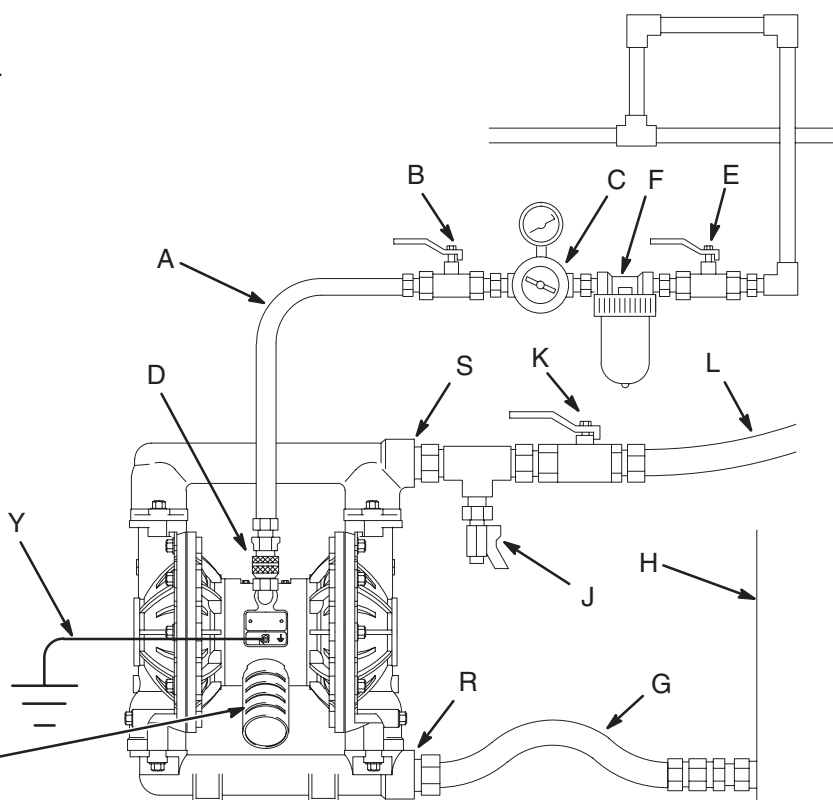

Fig. 2
- L'installation type présentée à la fig. 2 est une simple indication pour choisir et monter les éléments du système. Prendre contact avec votre distributeur Techni-flow pour vous aider à concevoir un système qui correspond à vos besoins.
La vanne d'air principale de type purgeur (B) doit être montée sur votre système pour décharger l'air prisonnier entre cette vanne et la pompe. Cet air prisonnier peut provoquer le battement inattendu de la pompe, provoquant ainsi des blessures graves, y compris des projections dans les yeux ou sur la peau, des blessures dues à des pièces en mouvement ou une intoxication due aux produits dangereux. Voir Fig. 2.
1. Installer les accessoires de la conduite d'air suivant la Fig. 2. Fixer ces accessoires au mur ou sur un support. S'assurer que la conduite d'air alimentant ces derniers est reliée à la terre.
- a. Installer un régulateur d'air (C) et un manomètre pour contrôler la pression produit. La pression de sortie produit correspondra au réglage du régulateur d'air.
- b. Placer la vanne d'air principale de type purgeur (B) tout près de la pompe et s'en servir pour décharger l'air prisonnier. Voir la **MISE EN GARDE** ci-dessus. Placer l'autre vanne d'air principale (E) en amont de tous les accessoires de la conduite d'air et l'utiliser pour isoler ces derniers pendant le nettoyage et les réparations.
- c. Le filtre sur la conduite d'air (F) élimine les poussières nuisibles et l'humidité de l'alimentation en air comprimé.
Une vanne de purge produit (J) est nécessaire pour décompresser la conduite si elle est bouchée. La vanne de purge diminue le risque de blessure grave, y compris de projection dans les yeux ou sur la peau, ou d'intoxication par les produits dangereux lors de la dépressurisation. Installer la vanne tout près de la sortie produit de la pompe. Voir fig. 2.
1. Utiliser des flexibles hydrauliques (L) raccordés à la terre. La sortie produit (S) de la pompe est de 1-1/2 in. npt(f). Bien serrer le raccord produit dans la sortie de la pompe.
2. Installer une vanne de purge produit (J) à proximité de l'orifice de sortie produit. Voir la **MISE EN GARDE** ci-dessus.
3. Installer une vanne d'arrêt (K) sur la conduite de sortie produit.
4. Placer l'extrémité du flexible produit (L) dans un réservoir approprié.
5. Fermer la vanne de purge (J). Voir fig. 2.
6. Fermer le régulateur d'air (C) de la pompe. Ouvrir toutes les vannes d'air principales de type purgeur (B, E).
8. Ouvrir lentement le régulateur d'air (C) jusqu'à ce que la pompe démarre. Laisser la pompe fonctionner à bas régime jusqu'à ce que l'air soit évacué en totalité des conduites et que la pompe soit amorcée.